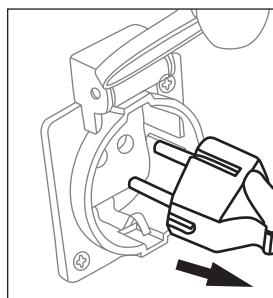

рис. 8
- Отсоедините все электрические нагрузки, отключите подачу напряжения на панели штепсельных розеток. Переведите основной прерыватель цепи переменного тока в положение «Выкл» (рис. 8).